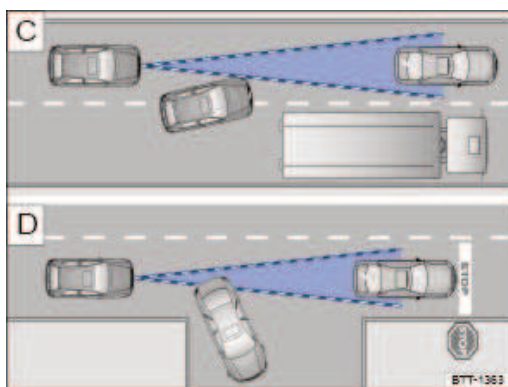

Fig. 129 Changement de voie. Véhicule changeant de direction ou arrêté
Lorsque, par exemple, un véhicule détecté par le régulateur de distance change de direction ou déboîte et qu'un véhicule à l'arrêt se trouve devant ce véhicule, le régulateur de distance ne réagit pas au véhicule à l'arrêt **D** ⇒ Fig. 129.
- En cas de véhicules se rabattant sur votre voie directement devant votre véhicule ⇒ Fig. 129 **C**.